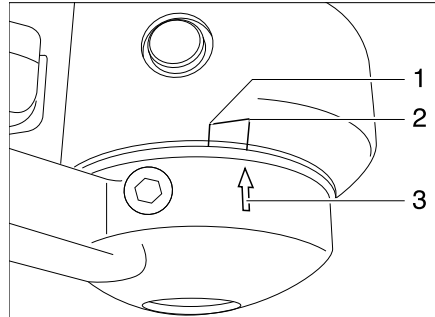

Bild 169 Verschleißkontrolle Reibbeläge
- Wenn der Pfeil an der Druckscheibe (Bild 169,3) vor oder an der Markierungsfläche (Bild 169,2) steht, sind die Reibbeläge noch im Neuzustand.
- Wenn der Pfeil an der Druckscheibe innerhalb der Markierungsfläche (Bild 169,1 bis 2) steht, sind die Reibbeläge leicht abgenutzt.
- Wenn der Pfeil an der Druckscheibe am Ende der Markierungsfläche (Bild 169,1) steht oder sie überschreitet, sind die Reibbeläge abgenutzt.